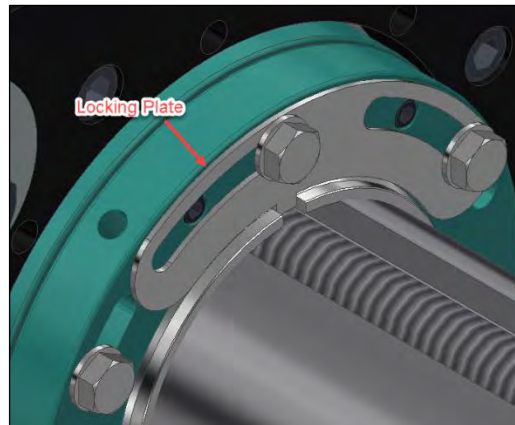

Рис. 15. Установленная стопорная пластина
14. Установите стопорную пластину так, как показано на Рис. 15.